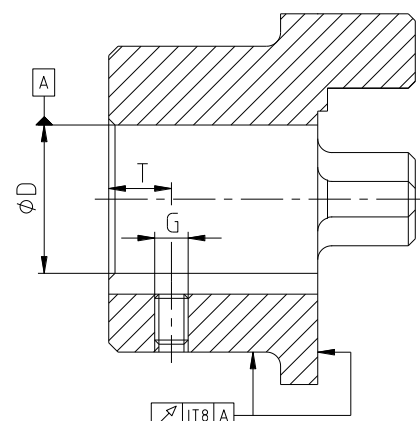

Fig. 9: Rund- og planløbsnøjagtighed
- Fremstiller kunden selv navboringen, skal rund- hhv. planløbsnøjagtigheden (se fig. 9) overholdes.